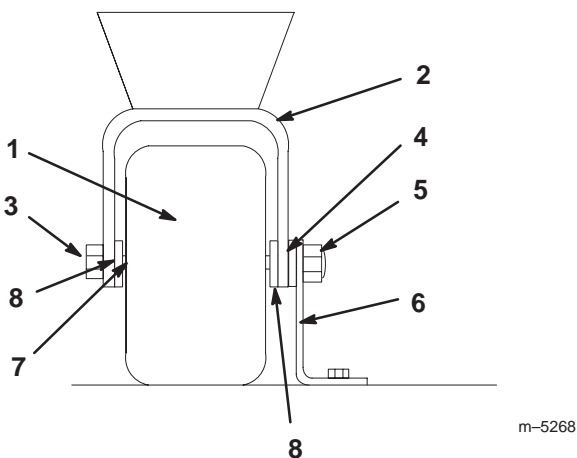

Bild 2
1. Entfernen Sie die Sicherungsmutter von der Schraube, die den Kistenbügel am Spornrad befestigt (Bild 2).
2. Entfernen Sie den Kistenbügel von der Radschraube. Drehen Sie die Sicherungsmutter so weit auf die Schraube, dass die Gabel das Distanzstück einklemmt (Bild 2).